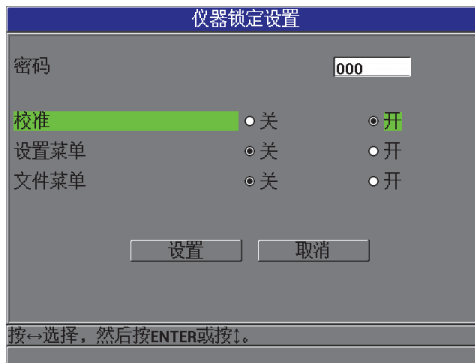

图 5-11 仪器锁定设置屏幕
2. 在**仪器锁定设置**屏幕中（参见第 94 页的图 5-11），如果已设置了密码，则在**密码**栏区输入这个密码。然后执行以下步骤，锁定或解锁仪器的功能。